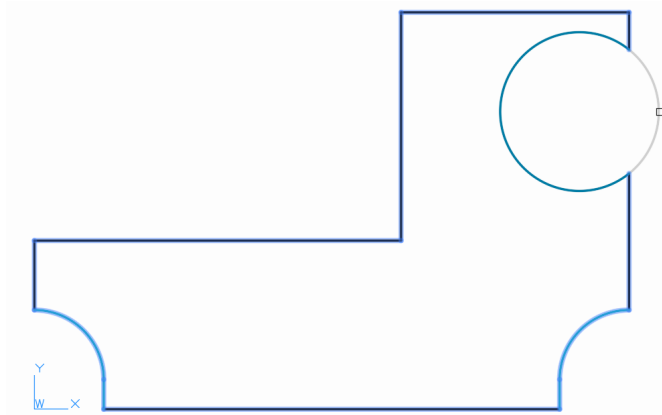

Bild 8.3:
- Wählen Sie als Grenze einfach alles per Zugfenster aus. Klicken Sie dann die überstehenden Linien- und Bogenstücke weg, bis wieder eine einteilige Kontur entsteht (Abb. 8.3).